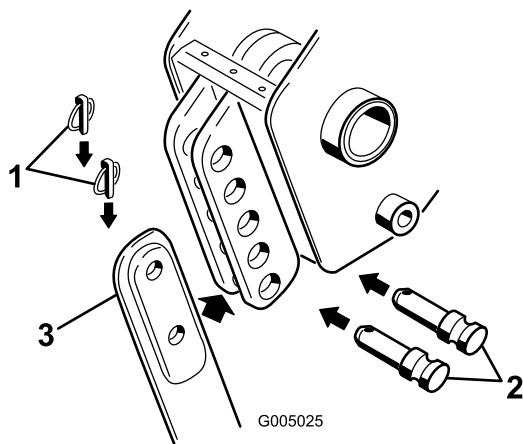

図 5
注 ブレードを完全に外すには、上下のリンチピンとクレビスピンを外してください。図5を参照。
4. ブレードブラケットについているクレビスピンからリンチピン2本を取り外してクレビスピンを抜き取り。図5既存のブレードが付いている場合はを外す。
5. ブレードブラケットに新しいブレードを取り付け、希望する位置取り付け穴を1つ変更することに7.6 cmの変更となるに固定する先ほど取り外したクレビスピンとリンチピンで固定する 図 5。
注 ブレードを完全に外すには、上下のリンチピンとクレビスピンを外してください 図 5を参照。